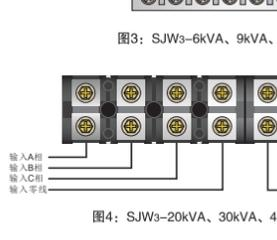

图1(输出容量曲线图)
2.3 输出容量曲线见图1。
- 稳压器标称容量为最大视在功率, 而家用电器标称的一般为有功功率, 如: 冰箱、空调、电机等为电感性负载, 启动瞬间电流很大, 建议在使用电冰箱、空调时, 按3~5倍功率计算选择稳压器。如输入电压低, 应降低负载使用, 具体可参照输出容量曲线(图1)选用。